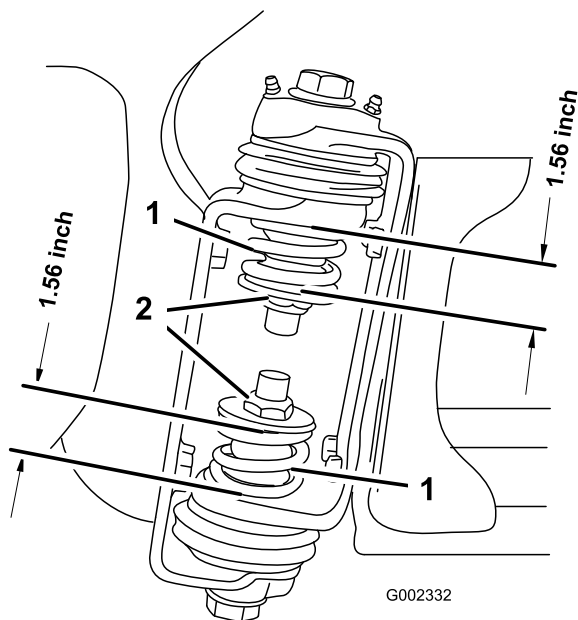

Figura 3
3. Nella cerniera della barra, misurate la compressione delle molle superiore e inferiore mentre le barre sono in posizione prolungata (Figura 3).